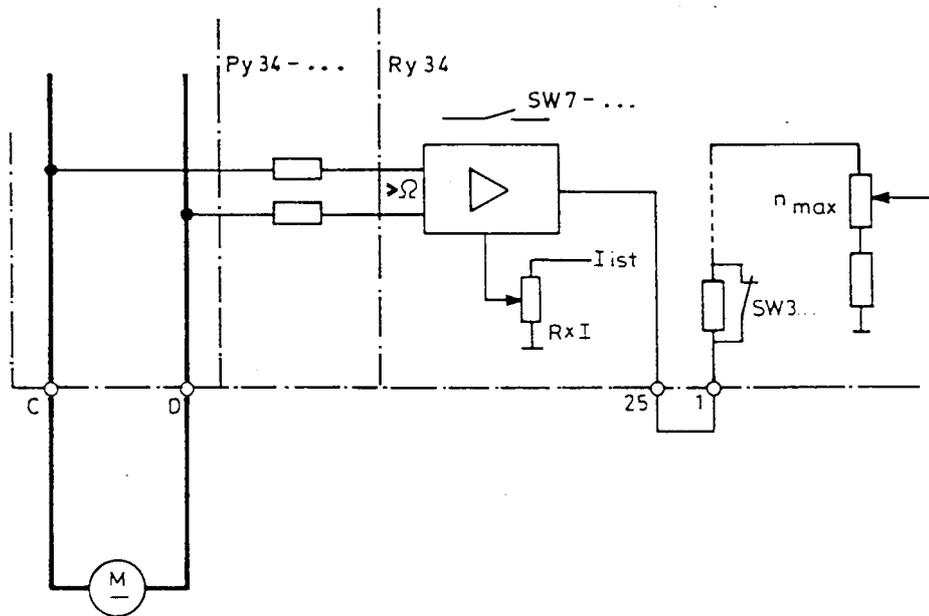

Figure 5.3.2.1
- Raccordement selon figure 5.3.2.1